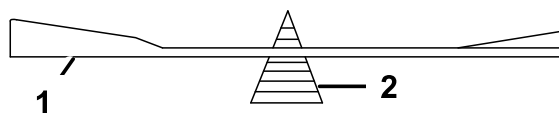

Рисунок 65
2. Проверьте балансировку ножа с помощью балансировочного устройства для ножей (Рисунок 65).